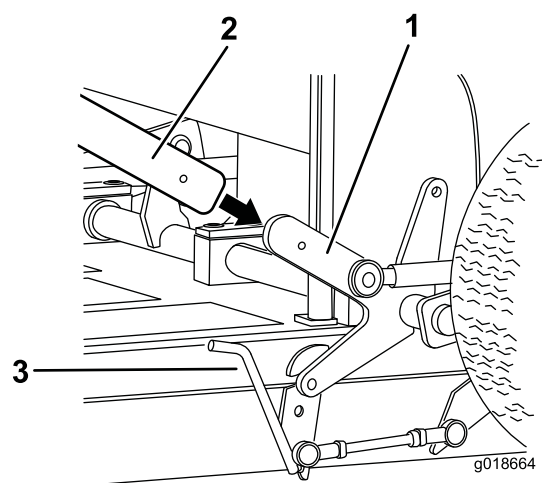

Figura 9
1. Limpe a zona em torno do tampão do depósito e retire o tampão (Figura 9). Utilizando gasolina sem chumbo (no mínimo, 87 octanas), encha o depósito de combustível até aproximadamente 25 mm abaixo da parte superior para permitir a expansão do combustível.
- B. Faça deslizar a barra para a patilha no lado esquerdo do conjunto do braço de elevação e fixe-a com o pino de sujeição (Figura 9).